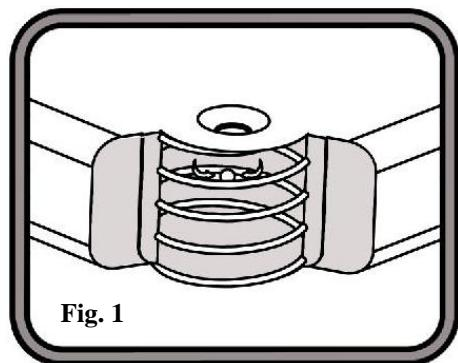

Fig. 1
2. 内置脚踏泵定位（请注意内置脚踏泵的结构如图 1 所示）在充气过程中植绒面要朝上。如图 2 所示。